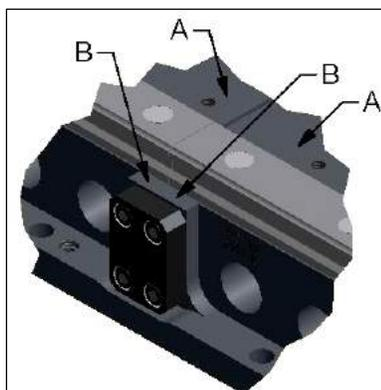

Abbildung 3
9. Befestigen Sie eine Messuhr mit Magnetfuß an einer der Linearschienen und überprüfen Sie die Ausrichtung der beiden A-Punkte und der beiden B-Punkte in Abbildung 3. Die „A“-Punkte dürfen maximal einen Abstand von 0,0254 mm (0,001“) voneinander haben, ebenso die „B“-Punkte. Wenn dies nicht der Fall ist, Schritte 5 bis 8 wiederholen.
14. Befestigen Sie eine Messuhr mit Magnetfuß an einer der Linearschienen und überprüfen Sie die Ausrichtung der beiden A-Punkte und der beiden B-Punkte in Abbildung 3. Die „A“-Punkte dürfen maximal einen Abstand von 0,0254 mm (0,001“) voneinander haben, ebenso die „B“-Punkte. Wenn dies nicht der Fall ist, Schritte 10 bis 13 wiederholen.